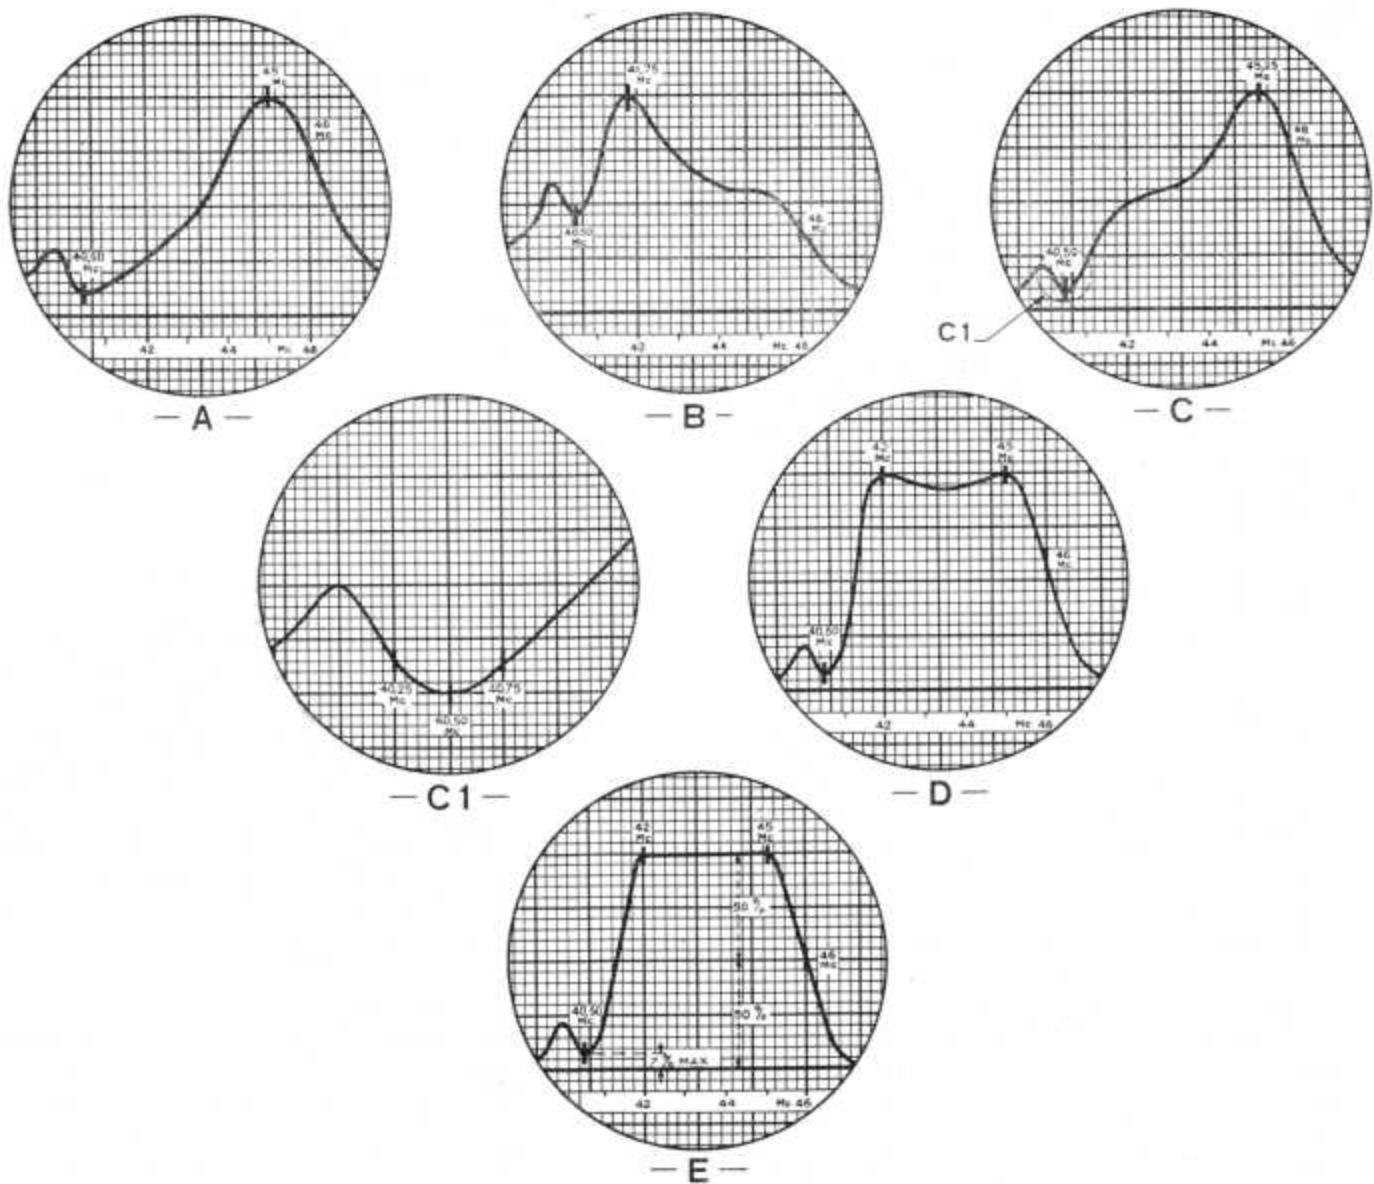

Fig. 18 - Curve di M. F. video
- 7°) Durante la regolazione dei filtri di attenuazione della «portante suono» si riduca la deviazione del generatore a 1 Mc e si sposti la frequenza centrale in modo che la porzione di curva corrispondente al filtro appaia sul centro dello schermo. Le due trappole si regolano per massima attenuazione ed in modo che la curva presenti una parte quasi piana per circa 100 Kc. intorno alla frequenza di 40,5 Mc come indicato in fig. 18 C1.